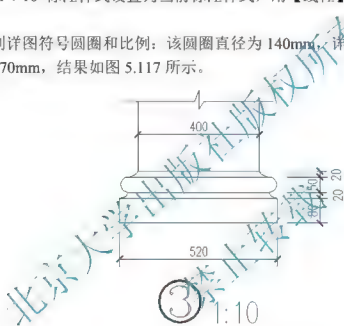
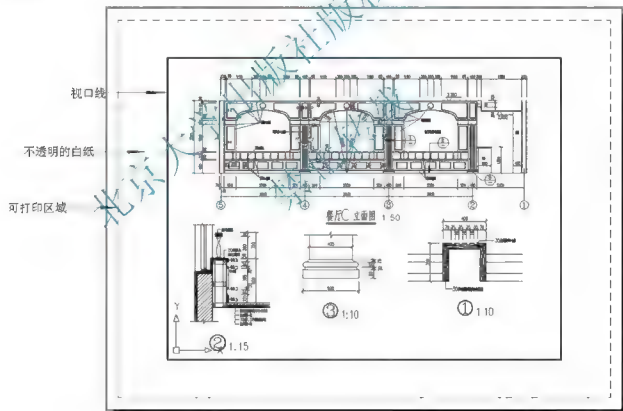

图 5.117 装饰柱柱础详图
图 5.122 布局界面
(1) 单击【修改】工具栏上的【复制】图标  或在命令行输入“Co”并按 Enter 键，启动【复制】命令。
① 在选择对象：提示下，选择 C 立面图中的柱础，并按 Enter 键进入下一步命令。
② 在指定基点或 [位移(D)] <位移>：提示下，捕捉柱础的左下角点作为复制基点。
③ 在指定基点或 [位移(D)] <位移>：指定第二个点或 <使用第一个点作为位移>：提示下，在立面图下部空白处单击，确定被复制对象的位置。
(2) 将 1:10 标注样式设置为当前标注样式，用【线性】和【连续】标注命令标注细部尺寸。
(3) 绘制详图符号圆圈和比例：该圆圈直径为 140mm，详图编号字高为 100mm，详图比例字高为 70mm，结果如图 5.117 所示。
(1) 布局和模型空间的关系：图形是在模型空间内绘制的，布局就像一张不透明的白纸蒙在模型空间上，在这张白纸上开孔就可以看到开孔位置上的模型空间内的图形，其他部位模型空间内的图形被白纸覆盖遮挡。这里提到的“孔”的概念在 AutoCAD 内称为“视口”。
(2) 打开图 5.117，然后单击【布局 1】进入布局 1 进行多重比例的布图，如图 5.122 所示。